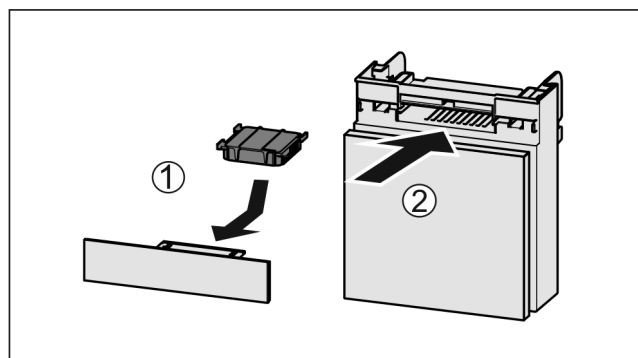

Fig. 143
- ▶ Filtr s aktivním uhlím vložte podle vyobrazení Fig. 143 (1).
- ▶ Zásuvku zasuňte Fig. 143 (2).